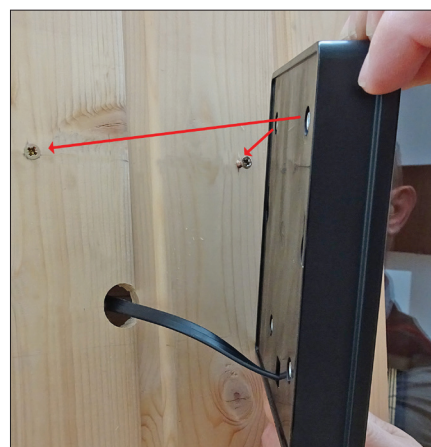

fig. 3
- VI. Assicurare quindi l'unità di comando alle viti precedentemente applicate (fig. 3).